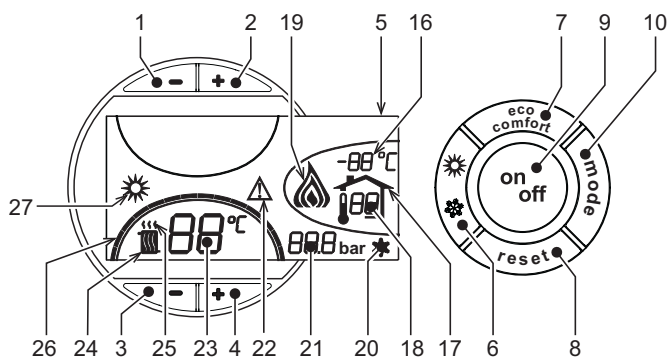
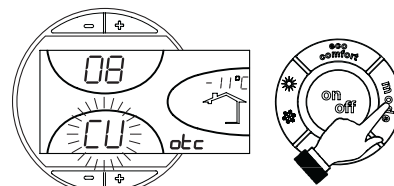
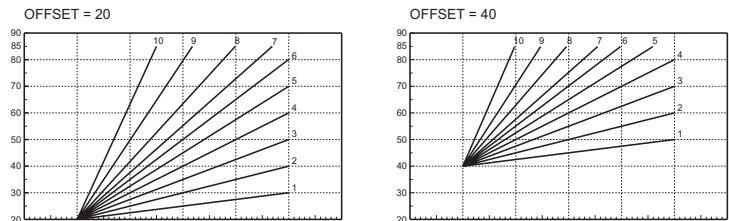

рис. 1 - Панель управления
рис. 9 - Кривая погодозависимого регулирования
рис. 12 - Пример параллельного смещения кривых погодозависимого регулирования
Нажмите клавишу **on/off** (поз. 9 - рис. 1) в течение 1 секунды.
Для повторного включения котла снова нажмите клавишу **on/off** (поз. 9 рис. 1) в течение 1 секунды.
- Нажмите кнопку ВКЛ/ВЫКЛ (9 - рис. 1)
Нажмите клавишу **Лето/Зима** (поз. 6 - рис. 1) на 1 секунду.
На дисплее высвечивается символ "Лето" (поз. 27 - рис. 1). При этом котел будет вырабатывать только воду для ГВС. Остается активной система защиты от замерзания.
Для выключения режима "Лето" вновь нажмите клавишу **Лето/Зима** (Поз. 6 - рис. 1) на 1 секунду.
Температура в системе отопления регулируется в пределах от 30 °С до 90 °С с помощью клавиш (поз. 3 и 4 - рис. 1); однако, не рекомендуется эксплуатировать котел при температуре ниже 45 °С.
Температура в системе ГВС регулируется в пределах от 10 °С до 65 °С с помощью клавиш (поз. 1 и 2 - рис. 1).
При наличии датчика температуры наружного воздуха (опция) на дисплее панели управления (поз. 5 - рис. 1) отображается измеряемая этим датчиком температура. При этом система управления котлом работает в режиме "Плавающая температура". В этом режиме температура воды, подаваемой в систему отопления, регулируется в зависимости от климатических условий внешней среды с тем, чтобы обеспечить максимальный комфорт и экономии энергетических ресурсов в течение всего года. Так, при повышении внешней температуры понижается температура подачи воды в систему отопления, что производится по определенной "кривой погодозависимого регулирования".
С переключением на режим "Плавающая температуры" показатель температуры, устанавливаемый клавишами (дет. 3 и 4 - рис. 1) соответствует максимальной температуре подачи воды в систему отопления. Рекомендуется задавать максимальное значение температуры с тем, чтобы позволить системе регулировать ее по всему рабочему диапазону.
При однократном нажатии клавиши **Режим** (поз. 10 - рис. 1) на дисплее высвечивается текущая кривая погодозависимого регулирования (рис. 9), которую можно изменить с помощью клавиш задания температуры воды ГВС (поз. 1 и 2 - рис. 1).
При нажатии клавиш регулировки температуры отопления (поз. 3 и 4 - рис. 1) получается доступ к функции параллельного изменения кривых (рис. 12), выполняемого с помощью клавиш регулировки температуры в контуре ГВС (поз. 1 и 2 - рис. 1).
При повторном нажатии клавиши **Режим** (поз. 10 - рис. 1) осуществляется выход из режима регулировки параллельных кривых.
Если к котлу подключено устройство дистанционного управления с таймером (опция), вышеописанные регулировки производятся в соответствии с указаниями, приведенными в таблице 1. При этом на дисплее пульта управления (поз. 5 - рис. 1) высвечивается температура в помещении, измеряемая устройством дистанционного управления.
Выбор режимов ECO/COMFORT	При выключении режима ГВС с пульта ДУ котел переходит в режим "Эко-потуп". В этих условиях клавиша 7 рис. 1 - на панели котла отключена. При включении режима ГВС с устройства ДУ с таймером котел устанавливается в режим Comfort. В этих условиях с помощью клавиши 7 рис. 1 - на панели управления котла можно выбрать любой из этих двух режимов.